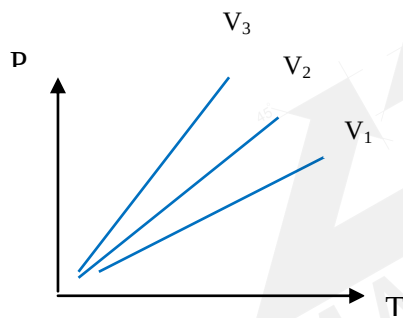

Figure 9
*Si on fixe par contre le volume on obtient alors un réseau d'isochores (figure 9).